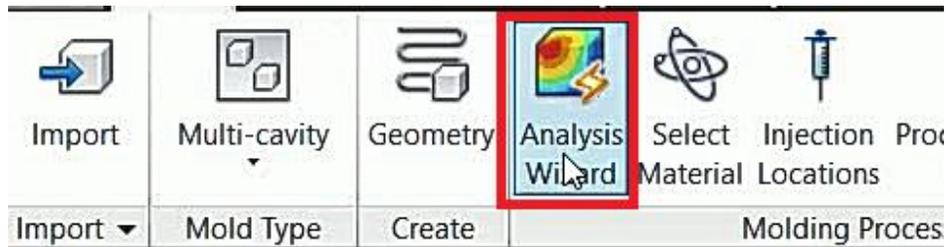

Figura 6.65 Función **Analysis Wizard**.
- En el menú superior, ir a la pestaña de **Home** y dar click en **Analysis Wizard** (Figura 6.65).